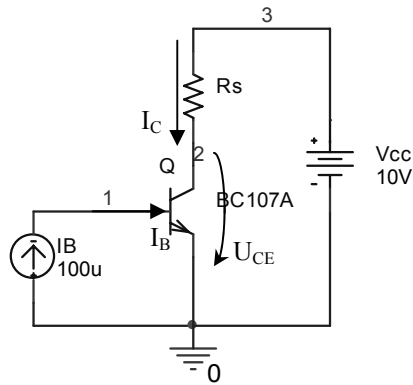

Figura 5.49. Schema de trasare a dreptei de sarcină
Dacă se montează în colectorul tranzistorului rezistența de sarcină  $R_s$ , ca în figura 5.49, atunci tranzistorul va funcționa după o dreaptă denumită „dreapta de sarcină”, care va avea ecuația:
9. Montați rezistența de sarcină în colectorul tranzistorului, ca în figura 5.49.